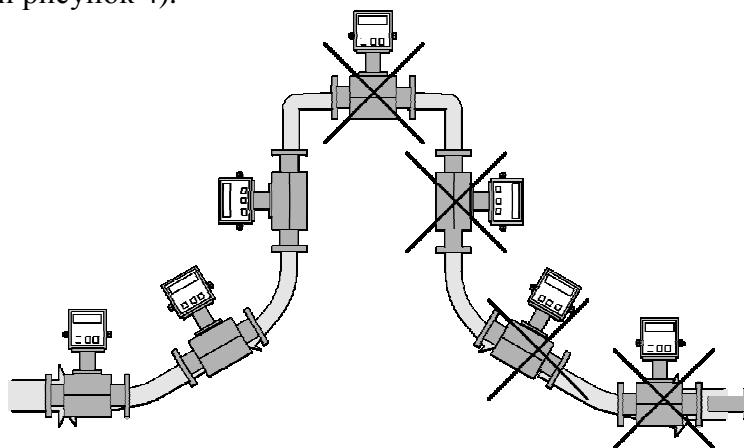
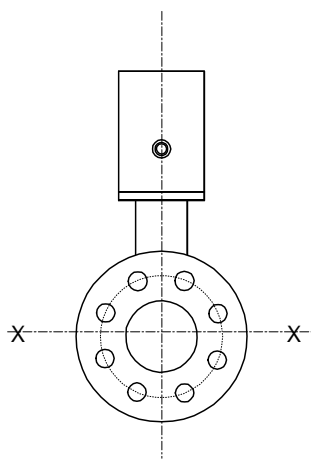

Рисунок 3 Варианты установки ППР (расходомера)
Рисунок 4 Ориентация ППР относительно осей
2.1.2.1 Расходомер устанавливается на горизонтальном, вертикальном или наклонном трубопроводе таким образом, что весь объем трубы преобразователя в рабочих условиях был заполнен измеряемой средой (смотри рисунок 3), а линия электродов была горизонтальна (смотри рисунок 4).